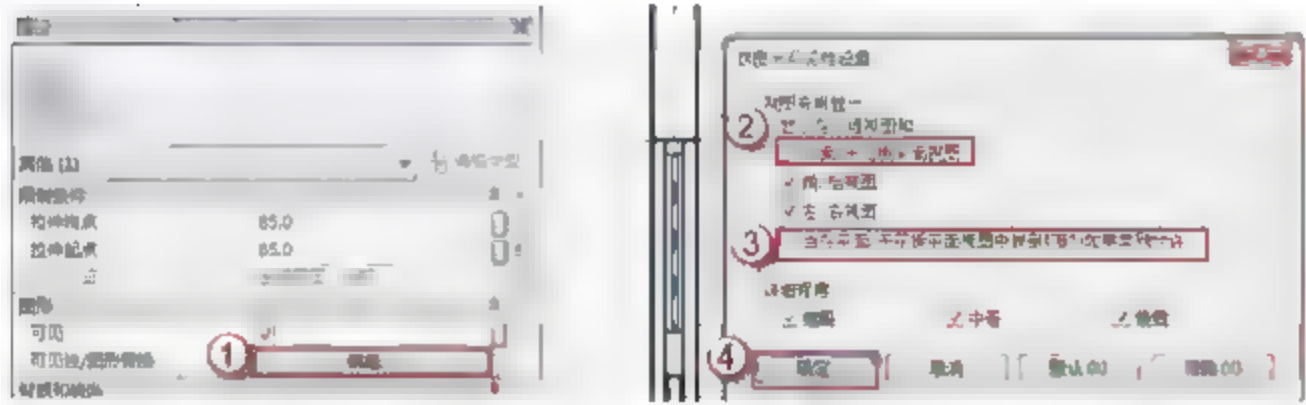

图 7.2.10 修改 MQ6596 幕墙窗户玻璃的可见性
(9) 修改 MQ6596 幕墙窗户玻璃的可见性。在“属性”面板中，单击“图形”栏“可见性/图形替换”后的“编辑”按钮，弹出“族图元可见性设置”对话框，取消“平面/天花板平面视图”和“当在平面/天花板平面视图中被剖切时（如果类别允许）”复选框的选择，单击“确定”按钮，如图 7.2.10 所示。